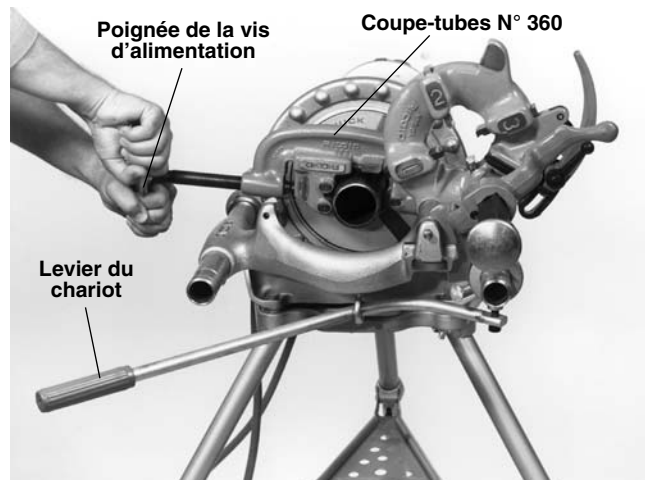

Figure 9 – Coupe des tuyaux à l'aide du coupe-tubes N° 360.
1. Vérifiez que l'alésoir et la tête de filière sont rabattus en position haute (Figure 9).
6. Prenez la poignée de la vis d'alimentation du coupe-tubes des deux mains (Figure 9).